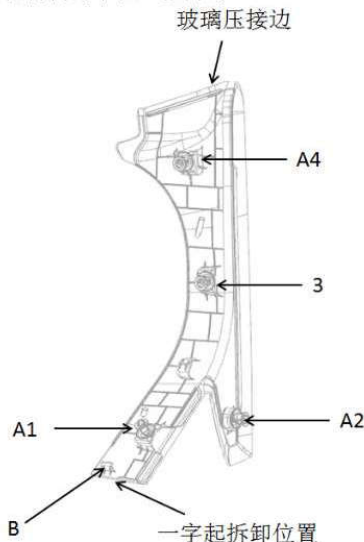

图 2-4-1 后流水槽拆卸示意图
- (1) 用一字起包上干净的塑料薄膜或者布条, 从一字起拆卸位置(图 2-4-1 所示)轻轻将自身卡扣 B 撬开;